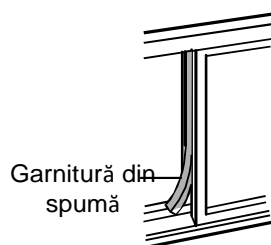

Fig.15
5. Tăiați garnitura de spumă la lungimea corespunzătoare și etanșați spațiul dintre canatul de sus și canatul exterior al ferestrei. Consultați Fig.15.